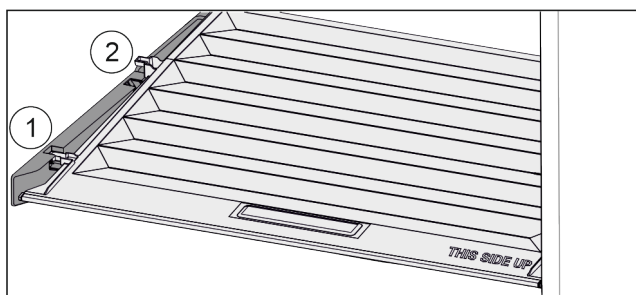

Fig. 107
- ▶ Vytáhněte víko dopředu až k otvoru v přídržných dílech Fig. 107 (1).
- ▶ Vzadu zespodu nadzvedněte a vyjměte směrem nahoru Fig. 107 (2).